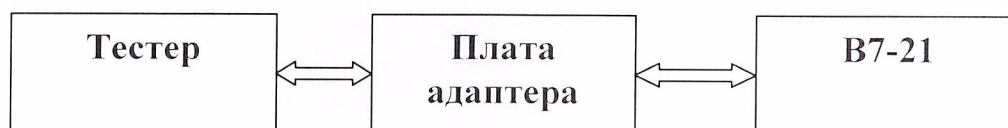

Рисунок 3. Схема поверки погрешности измерения напряжения или силы постоянного тока на выводах тестера.
8.4.4 Определение погрешности измерения напряжения постоянного тока на выводах тестера (Рисунок 3).
8.4.6 Определение погрешности измерения силы постоянного тока PMU (Рисунок 3).